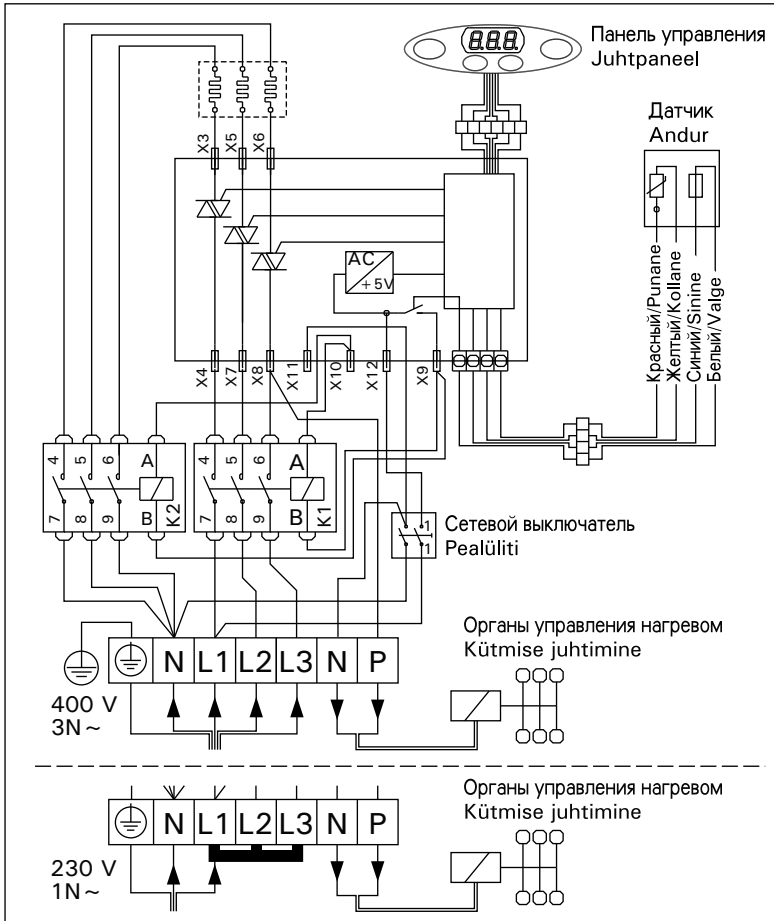

Рисунок 8. Подключение каменок PI
- Кроме разъемов питания каменки PI оснащены также разъемом (P), который делает возможным управление электрическим нагревом (см. рис. 8). Кабель управления электро-отоплением подводит прямо к розетке каменки и дальше с помощью
- Peale vooluvarustuse ühendusklemmide on PI-kerised varustatud ühendusega (P), mis võimaldab kütmist juhtida. Vt. joonis 8. Kütmise juhtimise kaabel on toodud otse kerise ühenduskarpi ning sealt kerise terminaaliblocki piki sama jämedusega kummiisolatsiooniga kaablit, mis ühenduskaabelgi.